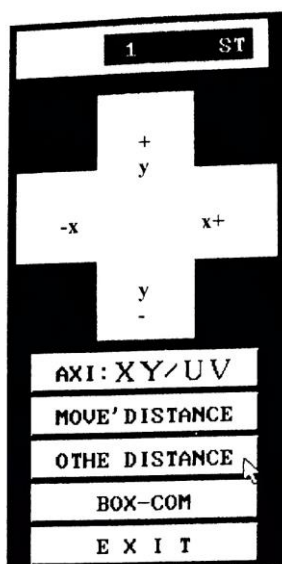

Рис.4. Меню «Перемещение»
3. После этого на экране появиться окно управления перемещения рабочего стола (Рис. 4):